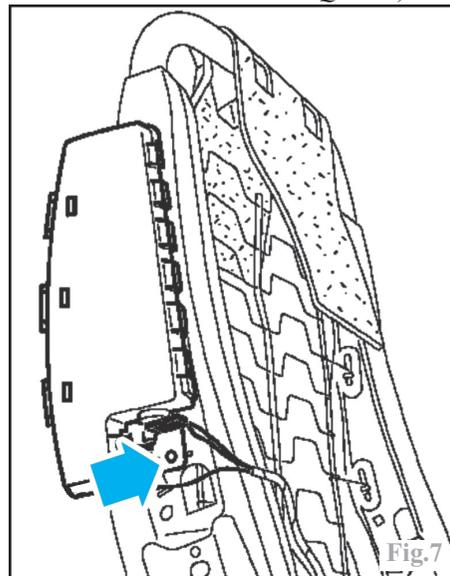

Fig.7
-le rivet de fixation du module d'airbag (Fig.7).